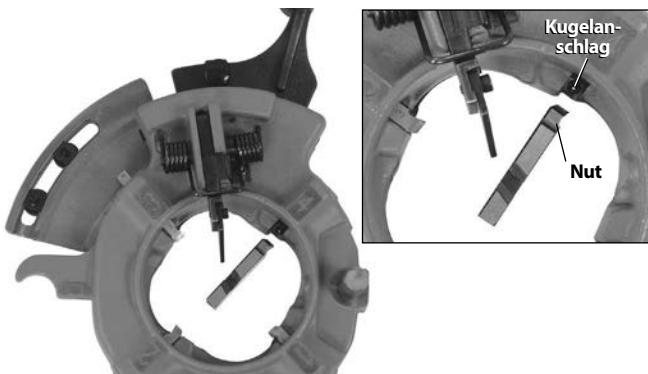

Abbildung 16 – Einsetzen der Schneidbacken
- Entfernen Sie die Schneidbacken vom Schneidkopf. Setzen Sie die geeigneten Schneidbacken mit der nummerierten Kante nach oben in den Schneidkopf ein. Die Zahlen auf den Schneidbacken müssen denen an den Schlitten des Schneidkopfs entsprechen (siehe Abbildung 16). Die Schneidbackenschlitze haben einen Kugelanschlag, der bei richtiger Installation in die Nut an den Schneidbacken einrastet. Wechseln Sie Schneidbacken immer als Satz – Schneidbacken aus verschiedenen Sätzen nicht mischen.